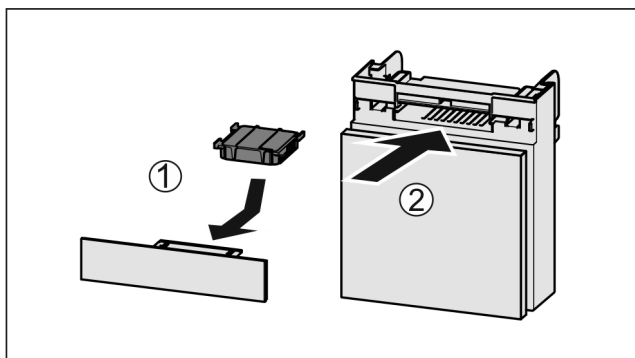

Fig. 116
- ▶ Insérer le filtre à charbon actif d'après le schéma Fig. 116 (1).
- ▶ Insérer le compartiment Fig. 116 (2).